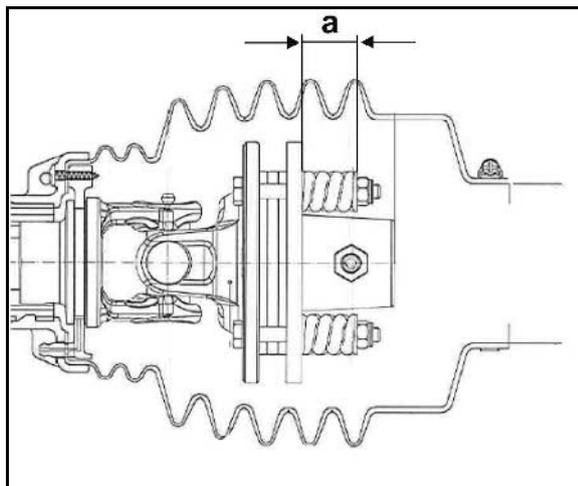

Рис. 67
2. Разгрузите пружины (Рис. 67/1), ослабив гайки (Рис. 67/2).